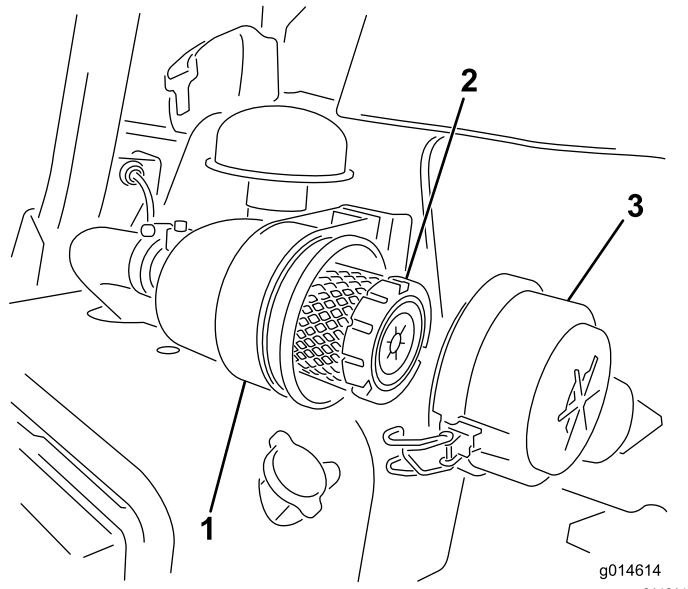

図42
- エアクリーナのカバーをボディーに固定しているラッチを外す(図42)。
- ラッチをしっかりと掛ける図42。